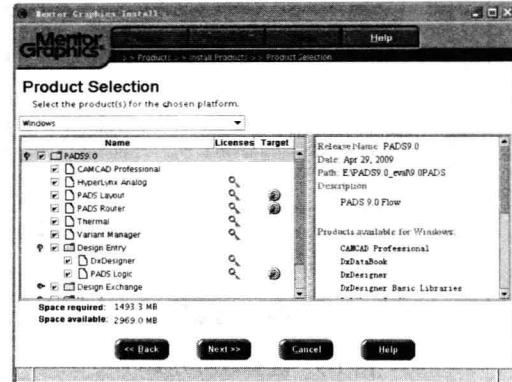

图 1-16 选择要安装的产品
(10) 选择源文件和安装路径，单击按钮 **Next >**，弹出如图 1-16 所示的窗口。